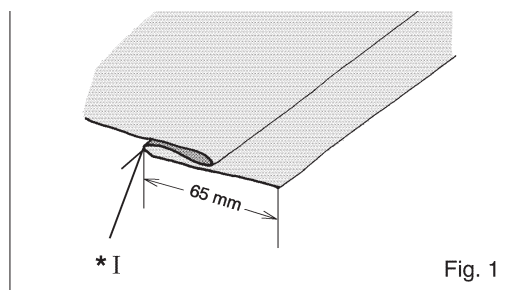

Fig. 1
1. Vouw de zoom in de stof op de door u gewenste zoombreedte en pers deze vlak. Vouw de zoom terug naar de juiste kant van het kledingstuk, zodat er een flauwe vouw komt, aan de verkeerde kant van de stof. Zie Fig. 1,